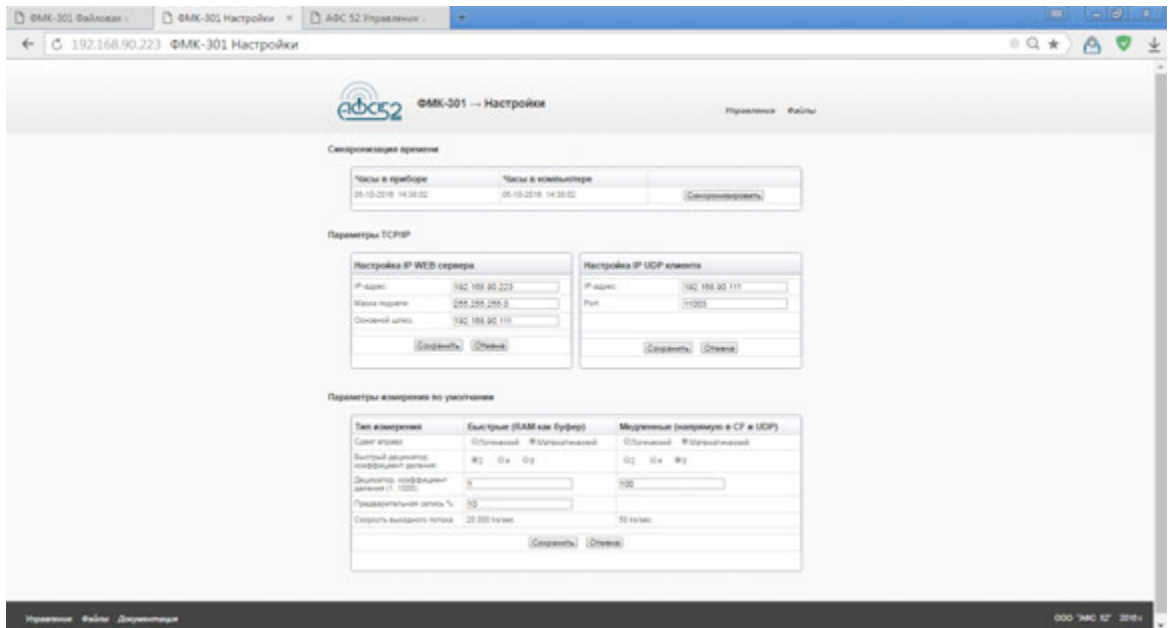

Рис.3 Страница «ФМК-301 - настройки» web-интерфейса ФМК-301
3.1.2 При нажатии на ссылку «Настройки» в окне браузера появится страница «ФМК-301 - Настройки» (рис.3).